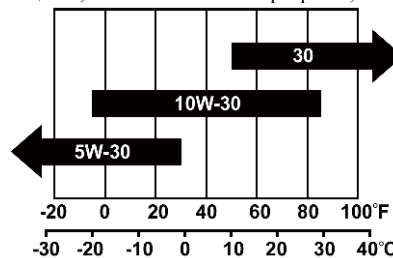

Рисунок 4. Зависимость класса вязкости моторного масла от температуры окружающей среды.
Рекомендуется для использования моторное масло для четырехтактных двигателей с воздушным охлаждением с классом вязкости SAE 10W-30. Моторное масло других вязкостей могут быть выбраны в соответствии с фактической средней температурой окружающей среды и информацией, показанной на графике, Рисунок 4.
Моторное масло с вязкостью SAE 10W-30 рекомендуется для использования в полном диапазоне температур. Моторное масло других вязкостей могут быть выбраны в соответствии с фактической средней температурой окружающей среды и информацией, показанной на графике, Рисунок 4.
6. Заправьте моторное масло рекомендованного типа до верхней отметки на шупе, Рисунок 4.